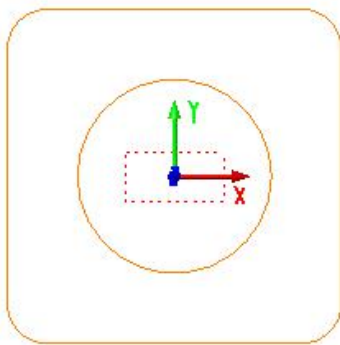

图 2-10 2D 区域加工路径
- 2、点击  按钮，切换至 3D 造型环境，绘制如上图 2-10 所示的两条曲线；